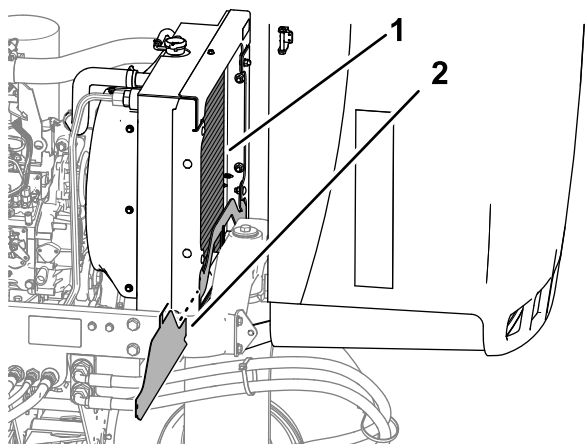

図 81
4. 下側ラジエターシールドを外す **図 81**。
5. ラジエターの裏表を、水または圧縮空気で丁寧に清掃する **図 81**。